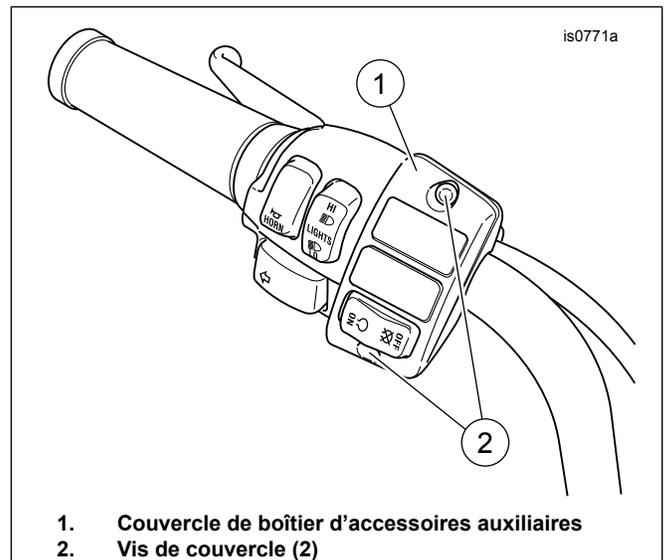

Figure 1. Boîtier d'accessoires auxiliaires
- b. Voir Figure 1. À l'aide d'un embout T-25 TORX®, retirer les deux vis (2) qui attachent le couvercle de boîtier d'accessoires auxiliaires (1) et retirer le couvercle.
- c. Voir Figure 1. À l'aide d'un embout T-25 TORX, installer le couvercle de boîtier (1) en utilisant les deux vis à tête bombée (2) précédemment retirées. Serrer les vis à un couple de 4–5 N·m (35–45 in-lbs).
- f. Voir Figure 1. À l'aide d'un embout T-25 TORX, installer le couvercle de boîtier (1) en utilisant les deux vis à tête bombée (2) précédemment retirées. Serrer les vis à un couple de 4–5 N·m (35–45 in-lbs).